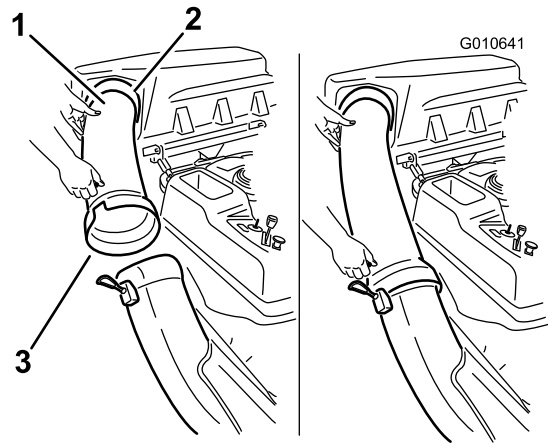

Bild 19
1. Schieben Sie das gekrümmte Ende des Auswurfrohrs in die Öffnung in der Abdeckung des Heckfangsystems (Bild 19).
2. Schieben Sie das breite Ende des Auswurfrohrs über das Ende des Auswurfkanals. Schieben Sie die Gummihalterung auf den Auswurfkanal, bis sie über dem Stift am Auswurfrohr einrastet, und der Auswurfkanal befestigt ist (Bild 19).